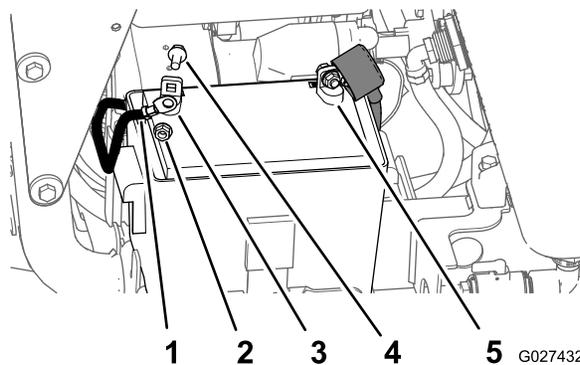

Figura 73
3. Retire el tornillo de cabeza hexagonal con arandela prensada y la tuerca con arandela prensada del cable negativo (-) de la batería y del borne negativo de la batería, y retire el cable de la batería (Figura 73).
4. Retire la cubierta del borne rojo del borne positivo de la batería (Figura 73).
5. Retire el tornillo de cabeza hexagonal con arandela prensada y la tuerca con arandela prensada del cable positivo (rojo) de la batería y del borne positivo (+) de la batería, y retire el cable de la batería (Figura 73).
3. Conecte primero el cable positivo (rojo) al borne positivo (+) de la batería con una tuerca y un perno con arandela prensada (Figura 73).
5. Conecte el cable negativo de la batería al borne negativo (-) de la batería con un perno con arandela prensada y una tuerca con arandela prensada (Figura 73).